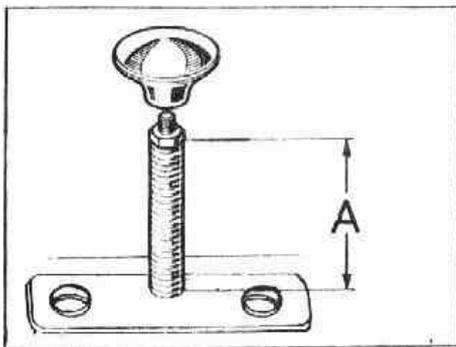

Fig. Q1-29 Ajuste de la palanca para tracción total
- A) Una vez instalado el casquillo, muelle y tuerca, se empujará la palanca hacia abajo y se ajustará la contratuerca para que la longitud, A (Fig. Q1-29) del muelle comprimido sea de 47 a 48 mm.